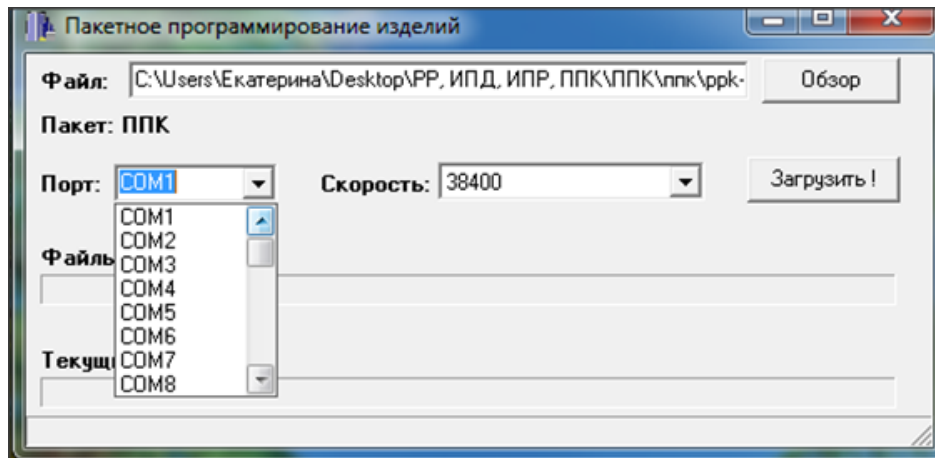

Рисунок 6 - Выбор COM-port
- 1.1.9. Выбрать используемый COM-порт для загрузки программного обеспечения из всплывающего списка **Порт** (рисунок 6).